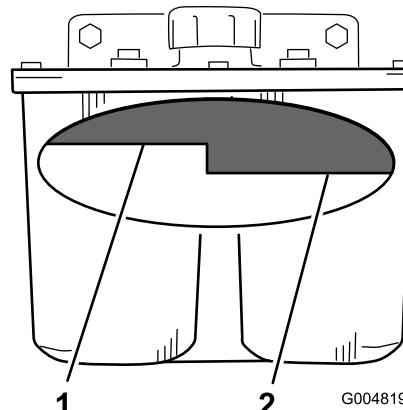

Bild 91
4. Reinigen Sie den Bereich um den Füllstutzen des Hydraulikölbehälters (Bild 91).
5. Nehmen Sie den Deckel vom Füllstutzen des Behälters ab und sehen Sie in den Behälter, ob dieser noch mit Hydrauliköl gefüllt ist (Bild 91).
Hinweis: Der Füllstand sollte bei heißem Öl die Oberkante der heißen Einfüllmarkierung der Zwischenplatte erreichen (Bild 91).